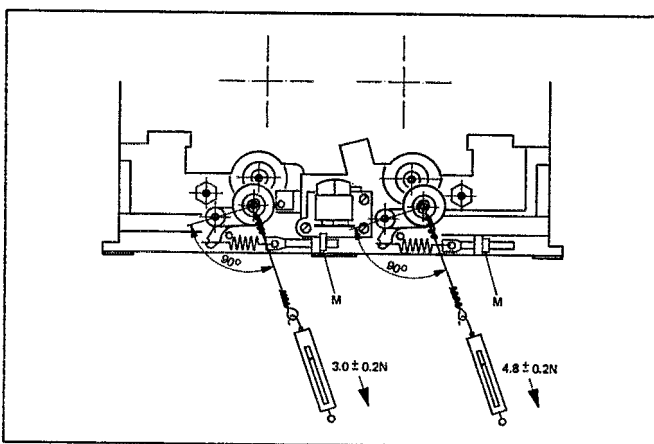

Fig. 3.1
- mit einer Draht- oder Fadenschlaufe eine Federwaage an den Andruckrollenachsen einhängen und daran ziehen, bis sich zwischen Capstanachse und der Andruckrolle ein Luftspalt bildet (Fig. 3.1)
- durch Verstellen der Vierkantsmutter [M] (Fig. 3.1) die Andruckkraft auf folgende Werte einstellen: